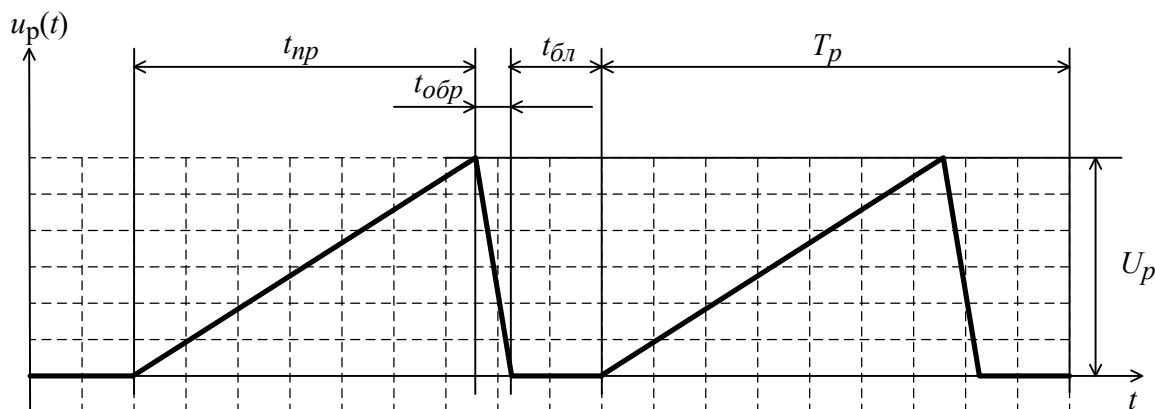

Рис. 3.4. Временная диаграмма напряжения генератора развертки
Генератор развёртки формирует кусочно-линейное напряжение «пилообразной» формы, используемое для горизонтального отклонения луча. Этот сигнал состоит из трёх участков – *прямого хода*, *обратного хода* развёртки и участка *блокировки* (рис.3.4). Параметрами напряжения развёртки
5. Проведите на ЦО измерение параметров напряжения развёртки. А именно - длительности прямого хода t_{np} , обратного хода $t_{обр}$, времени блокировки $t_{бл}$, периода развёртки T_p и амплитуды напряжения развёртки U_p . Используйте метод калиброванных шкал, для чего измерьте длины участков сигнала развертки в делениях шкалы осциллографа A_x , а также A_y – размер амплитуды развёртки (см. рис. 3.4). Результаты измерений и установленные на ЦО значения K_p и K_o занесите в табл. 3.2. Напомним, что для нахождения временного интервала методом калиброванных шкал необходимо умножить размер соответствующего участка на установленный K_p . Аналогично следует поступать и с амплитудами, используя K_o в качестве множителя. **Сфотографируйте изображение сигнала на экране ЦО (фото 2)** .